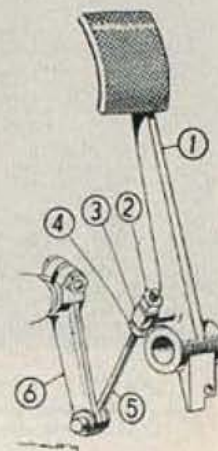

Fig. 23. - Regolazione del pedale della frizione.
Per far ciò è necessario svitare di quanto occorre il dado (4), bloccare il puntone sul perno di comando (3), serrando il dado (2), quindi svitare il dado (4) (vedi fig. 23).